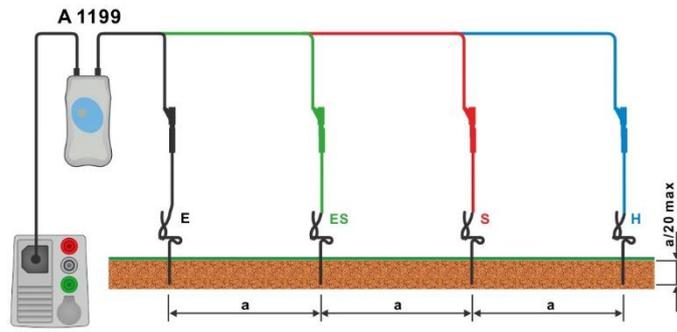

Abbildung 7.97: Messung des Spezifischen Erdwiderstands
- › Schließen Sie die Prüfleitungen am Prüfling an (siehe und **Abbildung 7.97**).